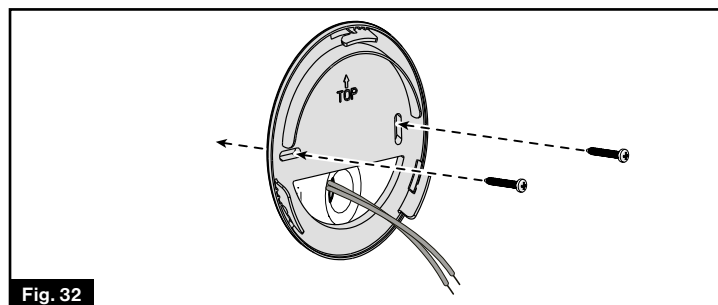

Fig. 32
1. Installez le couvercle arrière de la commande murale par-dessus du trou de $\frac{3}{4}$ po. Assurez-vous que la flèche est orientée vers le haut. Fixez le couvercle arrière au mur à l'aide de deux vis à tête cylindrique #8 (min 1 po) (non fournies). (Fig. 32)